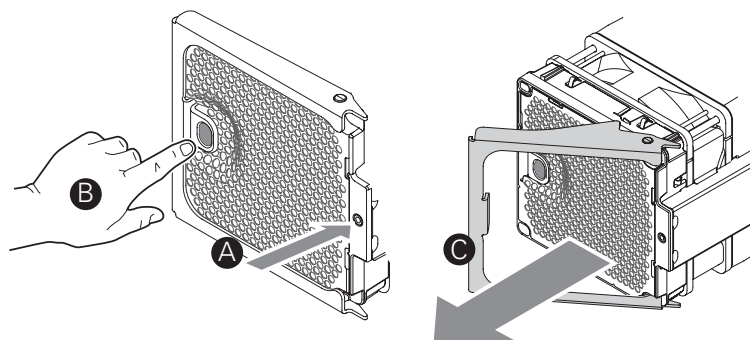

Figure 15. Localisation et retrait d'un ventilateur système
2. Localisez l'ensemble de ventilateurs à remplacer. Si l'un des ventilateurs de l'ensemble est en panne, la DEL orange est allumée. Voir la lettre « A » dans la Figure 15.